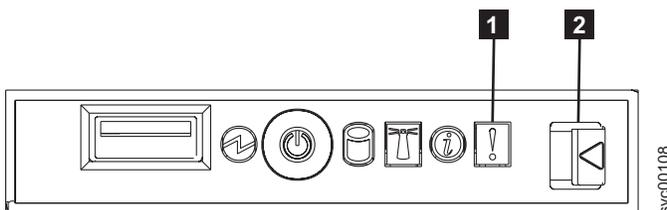

Figure 91. SAN Volume Controller 2145-8F4 panneau d'information opérateur
1. Le voyant d'erreur présenté à la figure 91, qui est situé sur le panneau d'information opérateur du système SAN Volume Controller 2145-8F2 ou SAN Volume Controller 2145-8F4, est-il allumé ou clignote-t-il ?